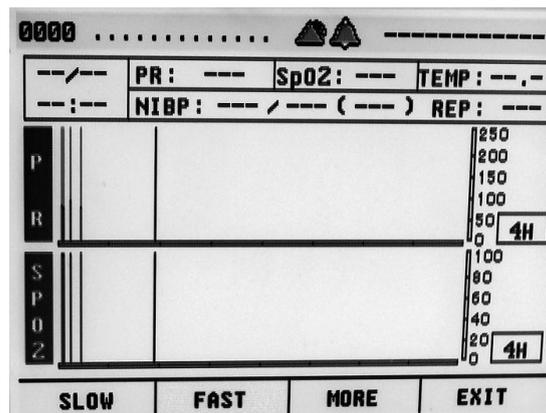

Figure 7.3
(1) La première page de «**PR**» et les pages de tendance de «**SPO₂**», comme le montre la figure 7.3.